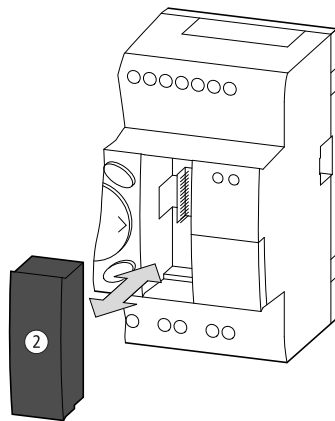

Abbildung 64: Stecken und Entfernen einer Speicherkarte ②
- ▶ Entfernen Sie die Abdeckung von der Schnittstelle und stecken Sie die Speicherkarte, → Abbildung 64, Seite 66.